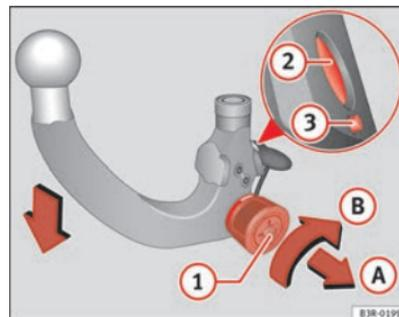

Fig. 155 Dispositivo desmontable para remolque: Pretensar la rótula
- Introduzca la llave ① ⇒ página 211, fig. 155 en la cerradura de la rueda moleteada y gírela en dirección a la marca roja.
- Tire de la rueda moleteada en la dirección que indica la flecha A y gírela a continuación sin dejar de tirar de ella en la dirección de la flecha B hasta que el perno de bloqueo ② encastre y pueda verse que la palanca de desenclavamiento ③ sale ⇒ ⚠.